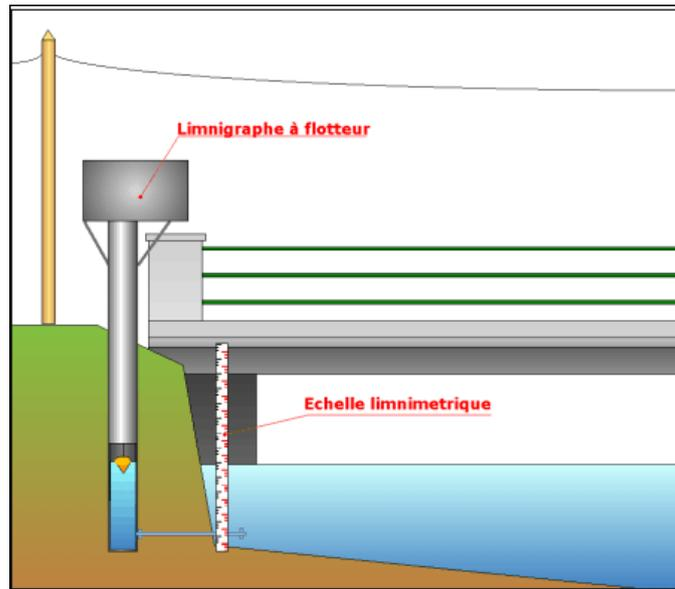

Fig.2 Appareillage de la limnimétrie.
2.1. La mesure des hauteurs d'eau (La limnimétrie) (Fig.2) : Elle s'effectue par :